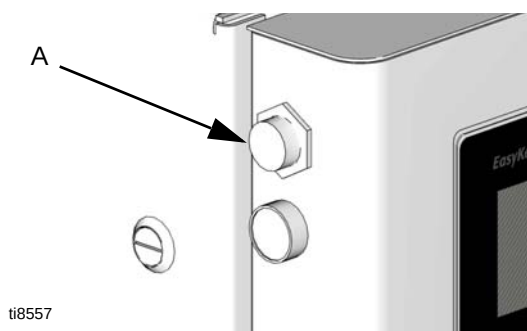

FIG. 31 EasyKey-webbanslutning
Patchkablar används för att koppla alla TOF 200-enheter till det lokala nätverket och till EasyKey-panelens webbanslutning (A). Se FIG. 31